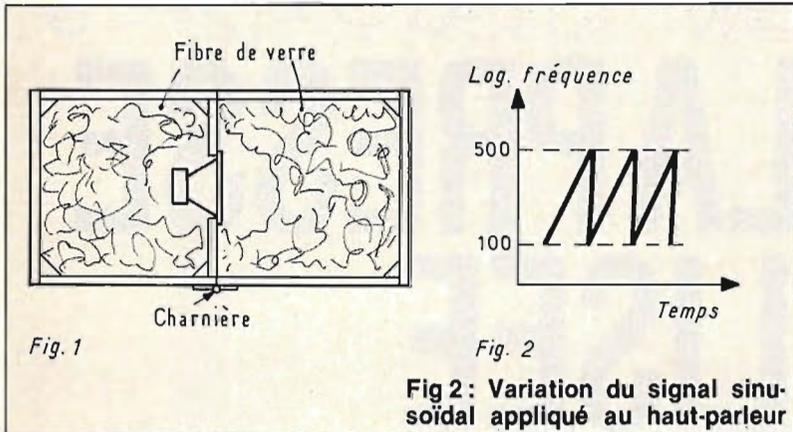
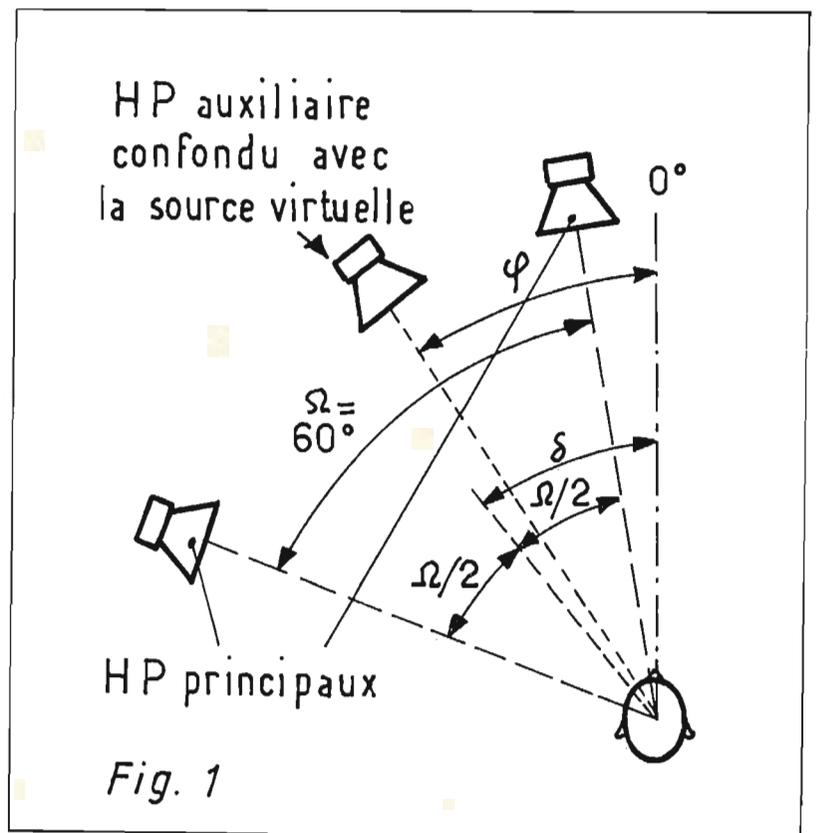
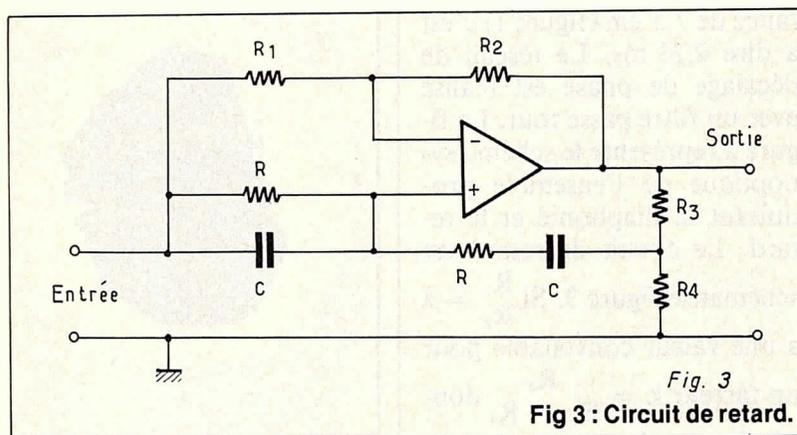

Fig 2: Variation du signal sinusoïdal appliqué au haut-parleur
Fig 1 : Définition du montage d'essais. Le HP auxiliaire est monté sur un bras pivotant pour pouvoir être déplacé commodément et sans bruit.
Fig 3 : Circuit de retard.
JBL utilise deux enceintes accolées de 280 litres chacune (figure 1) formant un ensemble étanche. Le signal appliqué est sinusoïdal glissant entre 100 et 500 Hz à la fréquence de répétition de 2 à 8 Hz (figure 2). Pour les haut-parleurs à chambre de compression l'excursion se fait entre 500 ou 800 Hz et 2 kHz. La puissance est calculée en prenant la valeur nominale de l'impédance et non pas la valeur minimale de la courbe d'impédance car cela correspondrait à une puissance artificiellement trop
faut entendre source obtenue en composant le son émis par deux sources réelles (H.P.) situées à la même distance de l'auditeur, faisant entre elles un certain angle  $\Omega$  et alimentées par deux signaux ne différant que par l'amplitude (fig. 1).
- la position latérale  $\delta$  (voir fig. 1) par bonds de 10 ou  $20^\circ$ .
Il faut réaliser un circuit variable pour tous les casques. Le retard correspond à une distance de 7,5 cm (figure 1) c'est à dire 0,25 ms. Le réseau de décalage de phase est réalisé avec un filtre passe tout. La figure 2 représente le schéma synoptique de l'ensemble produisant la diaphonie et le retard. Le circuit de retard est schématisé figure 3. Si  $R_1 = \lambda$  et  $R_2 = \lambda$  à une valeur convenable pour un facteur  $k = \frac{R_4}{R_3 + R_4}$  donné, le circuit a une réponse plate mais introduit un retard de phase maximal de  $360^\circ$ , le retard est de  $180^\circ$  si  $k = \frac{5\lambda - 1}{\lambda + 1}$ . Dans le cas actuel k est tel que le déphasage croît linéairement avec la fréquence. k a une valeur approximative de 0,25.